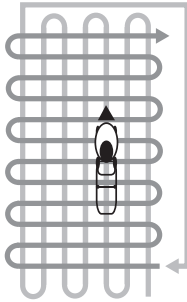

Рис. 16. Схема перпендикулярного скашивания
5. При кошении в тяжелых условиях (п. 3,4) рекомендуется проводить повторный покос с меньшей высотой скашивания. При этом рекомендуется использовать схему перпендикулярного скашивания. На (Рис. 16) представлена схема движения газонокосилки при выбросе травы в травосборник.